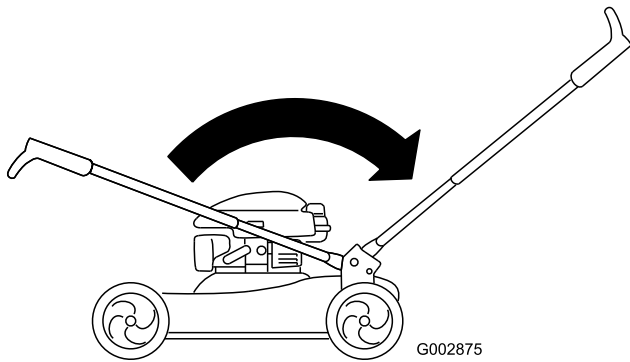

Figure 5
3. Rabattez le guidon en arrière (Figure 5) jusqu'à ce qu'il s'enclenche en position.